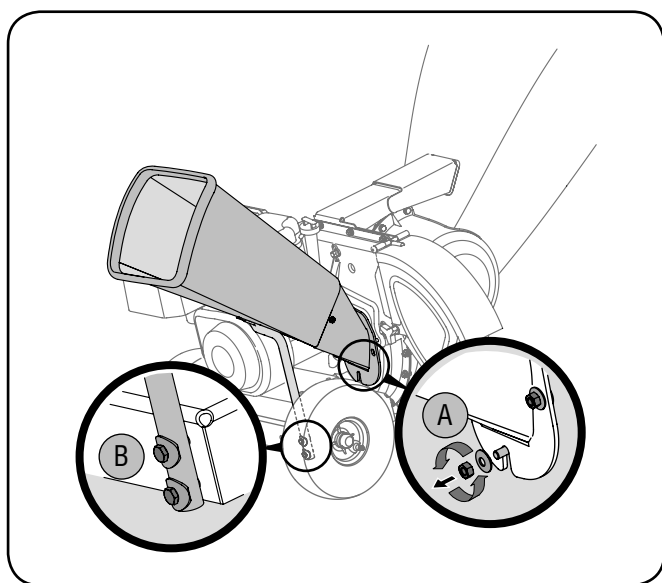

Рис. 7-1
3. Отверните три шестигранных гайки с шайбами и снимите приемный желоб. См. рис. 7-1А.
4. Отверните шестигранные болты и снимите опорную стойку (модели серии 460) с рамы. См. рис. 7-1В.